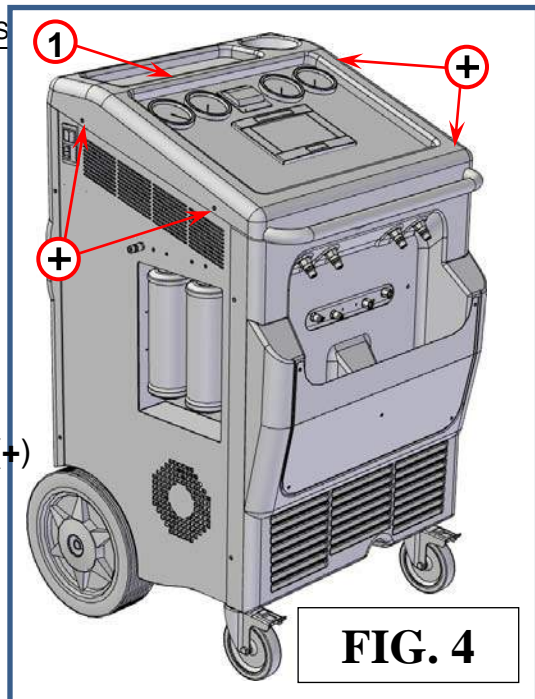

FIG. 4
1. Armação de plástico superior, consulte a Fig.4